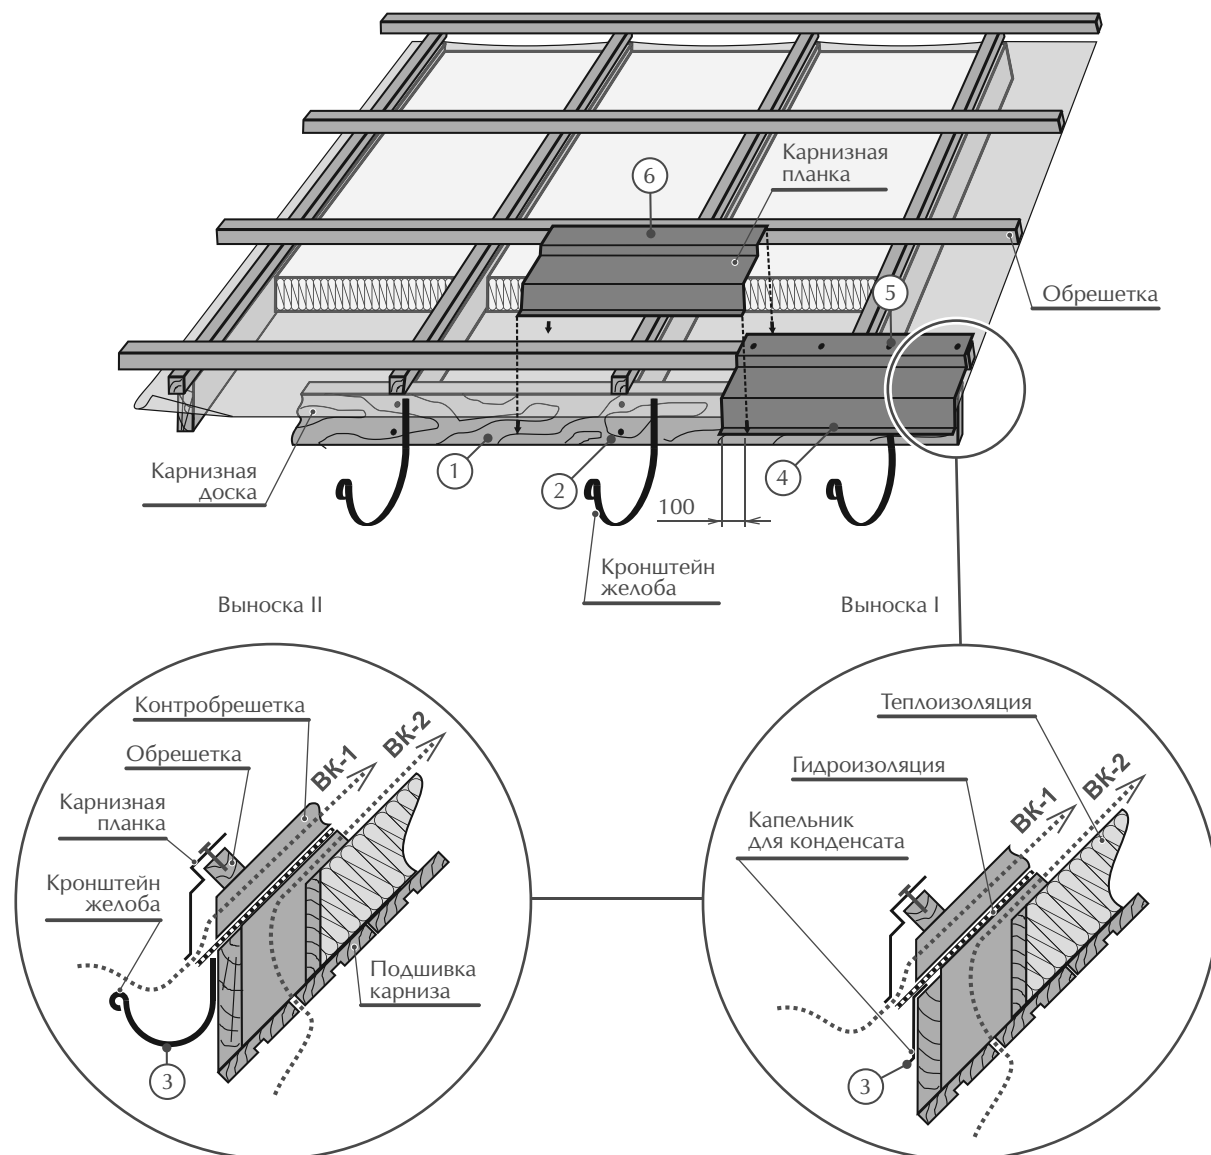
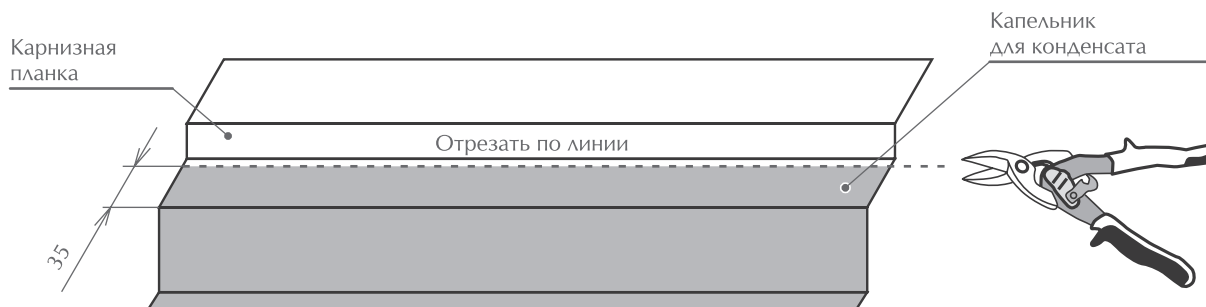

Рис. 5.3-1
Рис. 5.3-2
3 — Установить на карнизную доску кронштейны крепления водосточных желобов (рис. 5.3-1, выноска II). Если Вы не планируете монтаж водостоков, то установите на карнизную доску капельник для конденсата
(рис. 5.3-1, выноска I). Капельник для конденсата можно изготовить из карнизной планки (рис. 5.3-2). Расход карнизной планки при этом увеличится вдвое.
- поверхность карнизной доски лежит гидроизоляционная пленка, таким образом, чтобы был беспрепятственный сток конденсата в желоб водосточной системы (рис. 5.3-1, выноска II) или на капельник для конденсата (рис. 5.3-1, выноска I);